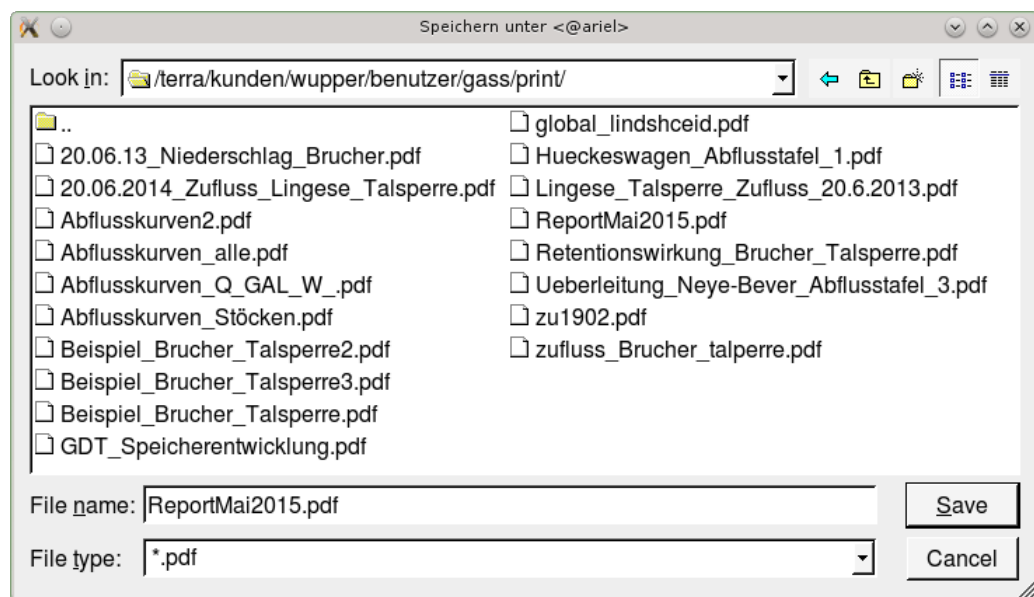

Abbildung 15.16: Eingabefenster beim Exportieren in Datei
**Der Rahmen Exportieren:** Der Rahmen Exportieren ermöglicht es, den in der Vorschau dargestellten Report zu exportieren bzw. zu speichern. Dazu wählen Sie das gewünschte Dateiformat aus der Liste. Um die gesamte Vorschau zu exportieren, klicken Sie auf . Soll die aktuelle Seite exportiert werden, betätigen Sie . In beiden Fällen erscheint nach dem Betätigen des Buttons das Eingabefenster aus Abbildung 15.16. Der Pfad sowie der Dateiname können hier auf Wunsch geändert werden. Als Verzeichnis wird das Unterverzeichnis print des jeweiligen Benutzerverzeichnisses (↔ Kap. 15.9) vorgeschlagen.
Dies ist der Default-Pfad, den **TOPODESK** für das Exportieren vorschlägt. Falls erforderlich kann dieser Pfad im Eingabefenster (↔ Abb. 15.16) individuell geändert werden.